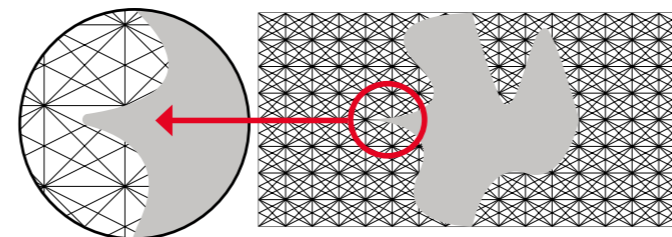

Abb. 3
- Formen mit Winkeln <math>< 35^\circ</math> sind zu vermeiden, spitzere Winkel müssen gekürzt und an die technische Machbarkeit angepasst werden (siehe Abb. 3).